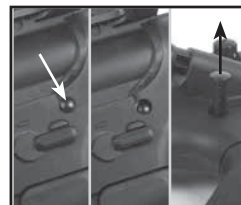

Fig. 10
- Løft bagenden af låserammen op, indtil løbet er vinkelret på nederste låseramme (fig. 10)